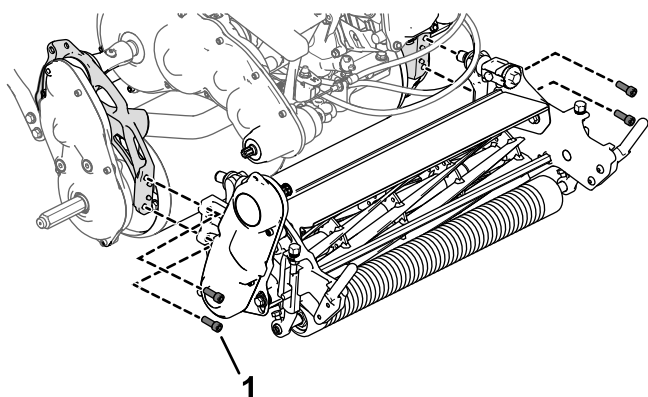

Рисунок 6
1. Используйте 4 винта с внутренними шестигранниками для установки режущего блока на машину (Рисунок 6).